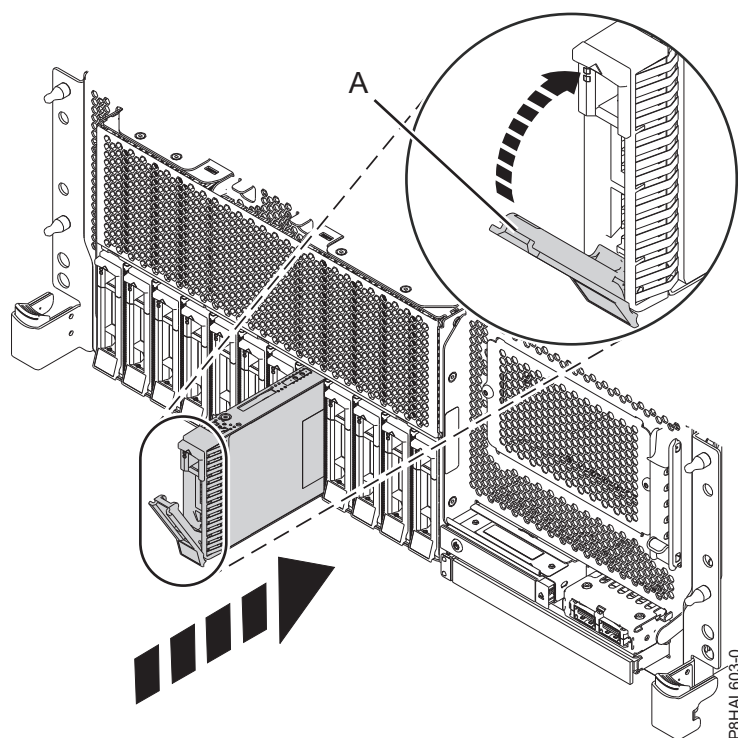

Figura 46. Instal·lació d'una unitat de disc en un sistema de funció bàsica muntat en bastidor
4. Desbloquegeu la nansa del compartiment d'unitats (A) prement-la i estirant-la cap a vosaltres. Si la nansa no s'estén del tot, la unitat no podrà lliscar en el sistema. Consulteu Figura 46 a la pàgina 52, Figura 47 a la pàgina 52, Figura 48 a la pàgina 53 i Figura 49 a la pàgina 54.
8. Quan el LED d'identificació parpellegi per la ranura seleccionada, moveu la unitat al fons de la ranura i pressioneu la nansa del compartiment d'unitats (A) fins que quedi bloquejada, tal com es mostra a Figura 46 a la pàgina 52, Figura 47 a la pàgina 52, Figura 48 a la pàgina 53 i Figura 49 a la pàgina 54.